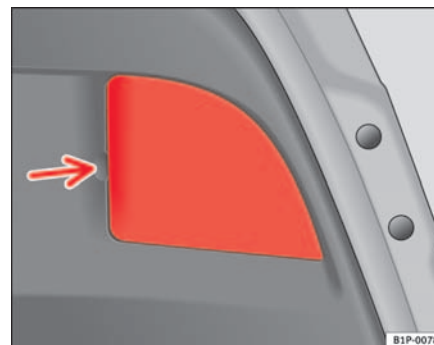

Abb. 164 Leuchten an der Heckklappe
- Den Deckel abziehen. Siehe Pfeil ⇒ Seite 248, Abb. 164.